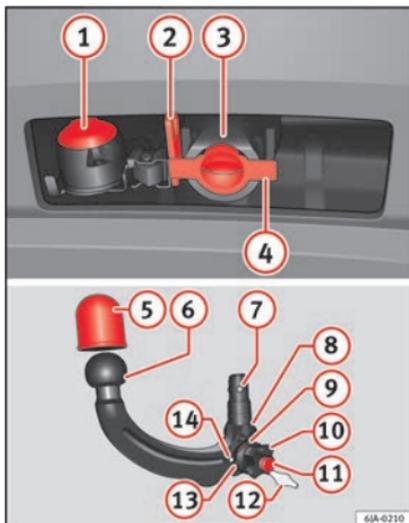

Abb. 194 Halterung der Anhängervorrichtung/
Legende zu » Abb. 194
- Ziehen Sie den Verschlussstopfen der Öffnung der Klemmbuchse (4) » Abb. 194 nach unten ab.
– Setzen Sie den Verschlussstopfen der Öffnung der Klemmbuchse ④ »» **Abb. 194** auf.